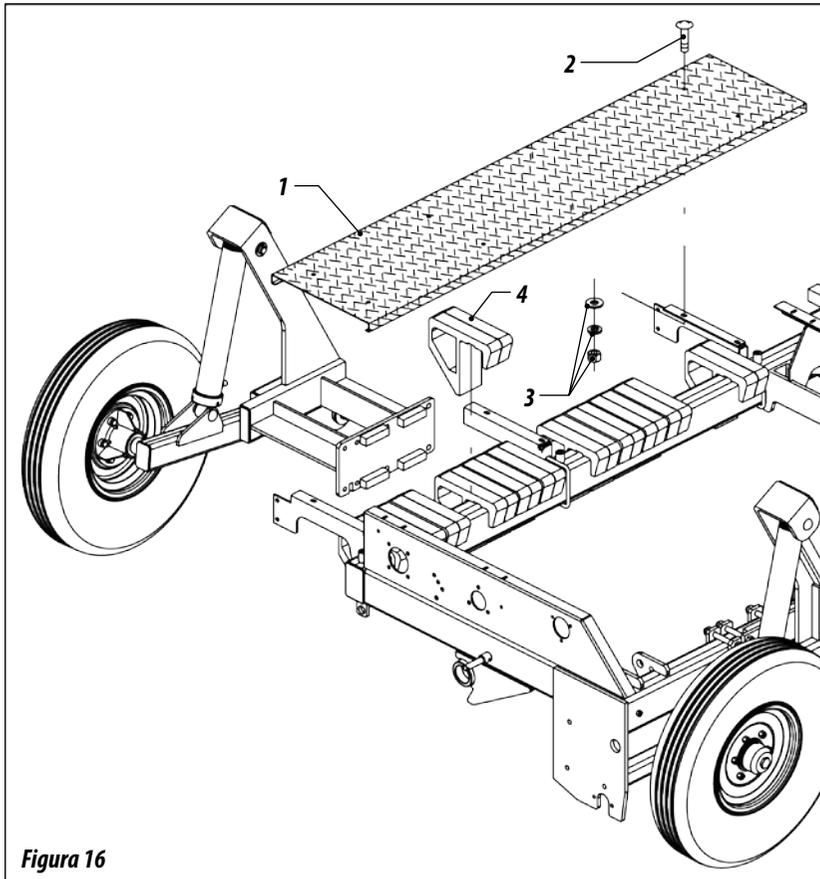

Figura 16
30- En seguida monte el pistón (7) con los pernos de enganche (8) arandelas y trancas (9), FIGURA 16.